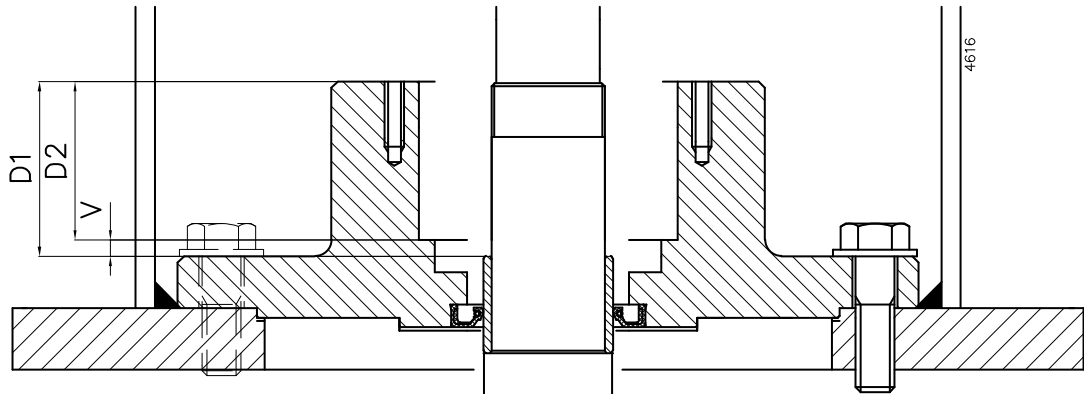

Abbildung 14: Determinating the thickness of the shim rings.
- 3 Siehe Abbildung 14. Mit einem Tiefenmesser den Abstand **D1** von der Oberseite des Lagergehäuses bis zur Oberseite des Innenrings und den Abstand **D2** von der Oberseite des Lagergehäuses bis zum Boden des Lagersitzes messen. Die Differenz **V** mit Abstandsrings (6050) auffüllen.